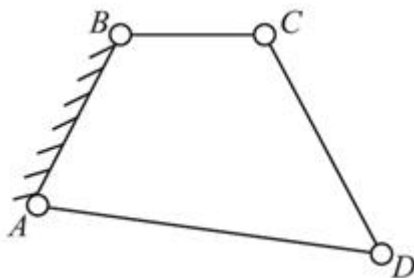

图2-3-6
(1) 若要ABCD机构为曲柄摇杆机构，则最短杆应当是连架杆，即杆BC为连架杆，不妨取AB杆为机架，其机构简图如图2-3-6所示。